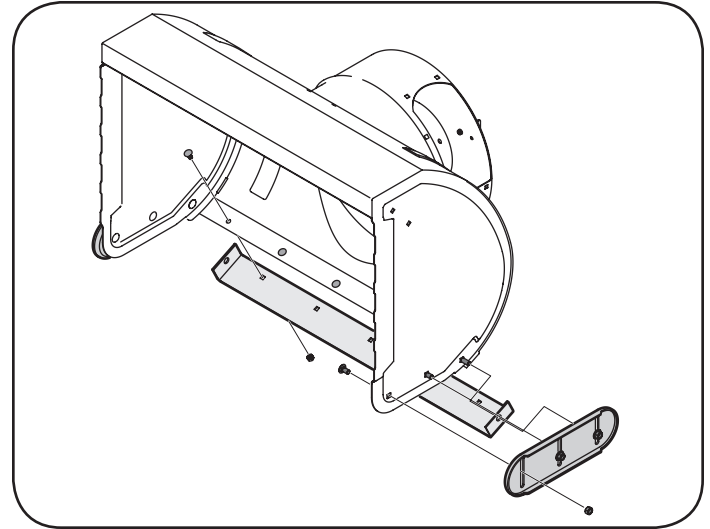

Figura 17
1. Retire los seis pernos y tuercas hexagonales del carro que sujetan las dos zapatas a los lados de la caja de la barrena. Consulte la Figura 17.